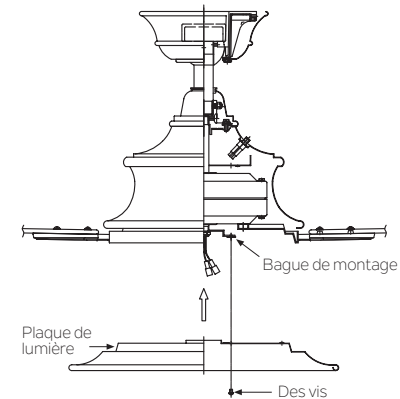

Fig. 17
**Étape 1.** Desserrez les deux vis sur la bague de montage fixée à l'arbre du moteur et "retirez" et conservez la troisième vis. (Fig. 17)